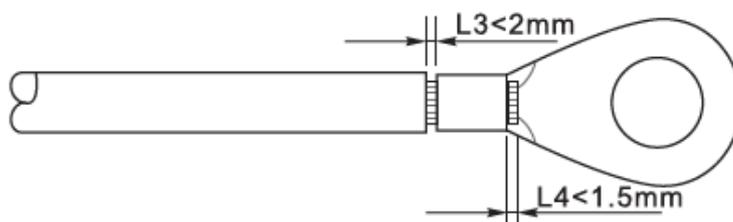

Figura 10 - Preparazione cavo di terra (2)
- 1) Inserire i fili esposti nel terminale OT e crimarli usando uno strumento per la crimpatura, come mostrato nella Figura 10.